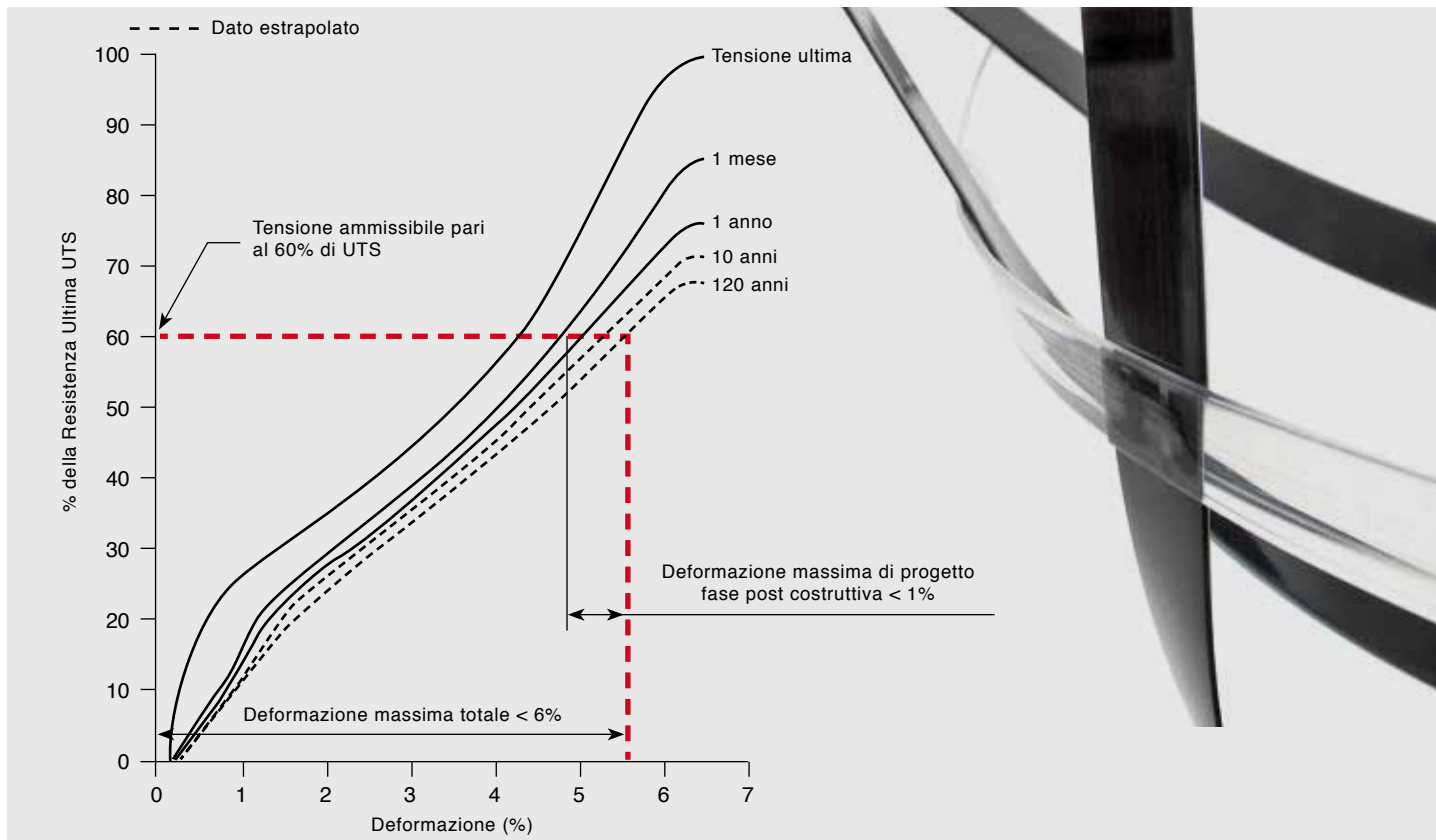

Fig. 2: Curve isocrone **Enkagrid® PRO**: esempio di valutazione della deformazione totale ed in fase post costruttiva
nel tempo di una specifica geogriglia e quindi comprendere il suo livello qualitativo e la sua affidabilità. Esaminando il grafico di fig. 2 si può osservare come l'**Enkagrid® PRO** presenti una bassa deformazione complessiva ed una bassissima deformazione post costruttiva.
- (P_c): resistenza del rinforzo t_{ult} ridotta per effetti di creep in base alla vita utile dell'opera e dimensionata in base alle curve isocrone (vedi fig. 2)